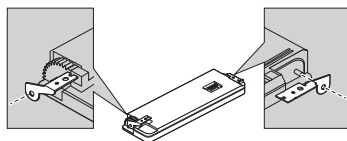

Fig. 10
1. Coloque los sujetadores en ambos lados del panel delantero. (Fig. 10)